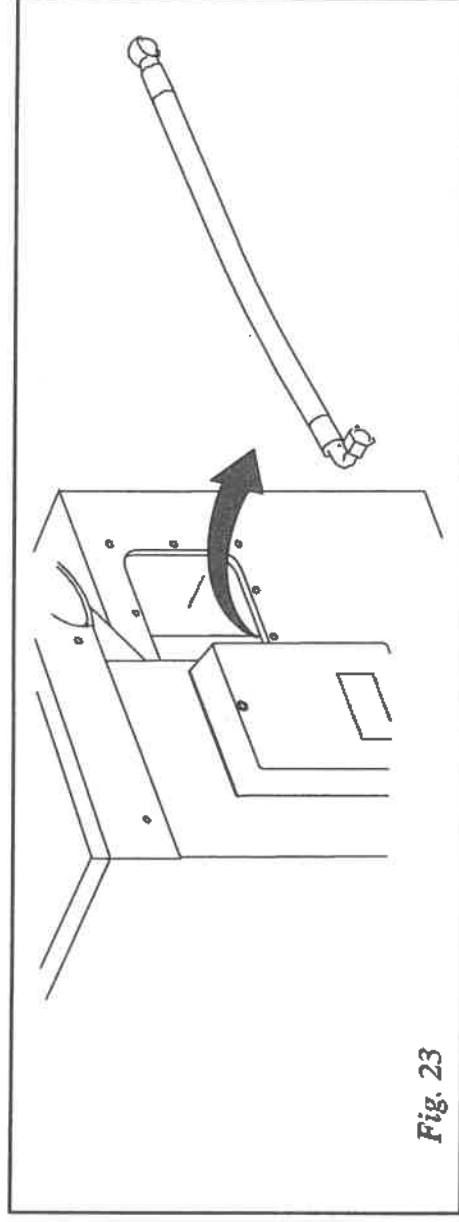

Fig. 23
a) Verificare che non vi siano perdite d'olio in pressione dal tubo di mandata (cod. 02002727, tav. 4) e dai relativi giunti meccanici mentre la macchina sta cercando di fustellare (Fig. 23).